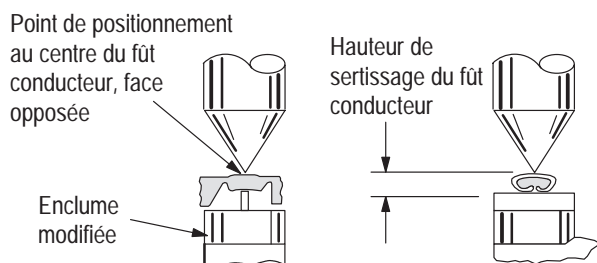

Figure 3
Ce contrôle nécessite l'utilisation d'un micromètre et d'une enclume modifiée, représentée Figure 3.
3. A l'aide d'un comparateur de hauteur de sertissage, mesurer la hauteur de sertissage du fût conducteur comme décrit sur la Figure 3. Si la hauteur de sertissage est conforme à celle figurant sur l'outil, l'outil est considéré correct du point de vue dimensionnel. Dans le cas contraire, retourner l'outil à Tyco Electronics pour évaluation et réparation (voir Section 5).